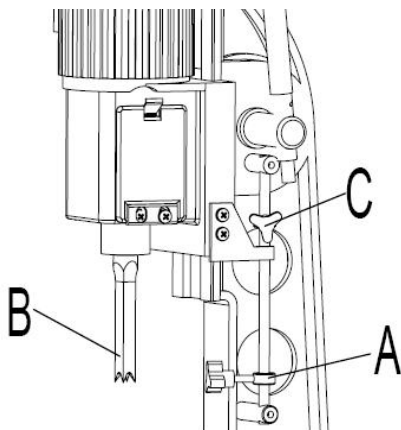

Fig. 11
En djupstoppstyrning (A) Fig. 11 tillhandahålls för att begränsa mejselns (B) djup. För att justera djupstoppsguiden (A), lossa skruven (C) och sänk huvudet tills mejseln (B) är på önskat djup. Sänk djupstoppstyrningen (A) tills den är på önskat djup, dra åt skruven (C).